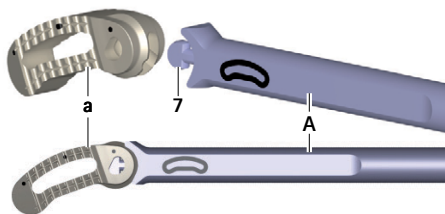

Fig. 7 Acoplamiento del implante al instrumento de inserción
- Coloque el implante **a** dentro del envase protector en el diedro **7** del instrumento de inserción **A**, ver Fig. 7. Para ello, tenga en cuenta la orientación del implante (guíese por la inscripción situada en el instrumento de inserción).
- Acople el instrumento de inserción **A** al implante **a** in situ, ver Fig. 7.